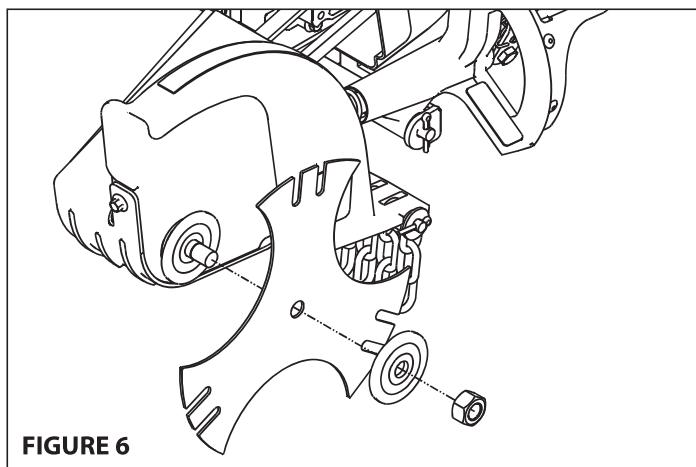

FIGURE 6
7. Poser la rondelle et l'écrou de lame. La rondelle de lame doit être placée avec la face concave vers la lame. Serrer l'écrou. Pour empêcher l'arbre de la tête de coupe de tourner, resserrer le milieu de la courroie d'une main tout en serrant l'écrou de l'autre. **VOIR FIGURE 6.**